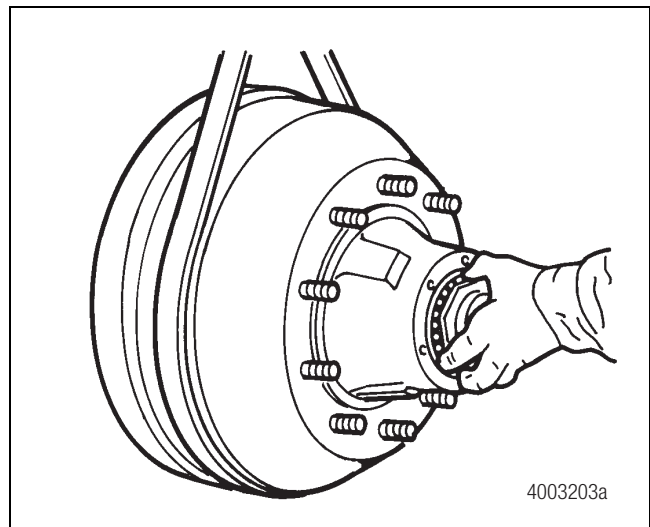

Figura 5.12
6. Instale el cono de cojinete exterior; después apriete la tuerca de ajuste hasta que quede ajustada contra el cono de cojinete exterior. Retire el apoyo de la maza de modo que la misma descance sobre los cojinetes. Figura 5.12.